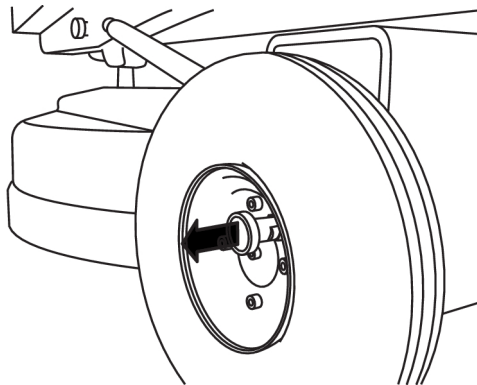

Figura 4-3. Desembraiar as rodas
1. Desembreie as rodas puxando a cavilha de bloqueio para fora, ver Figura 4-3, página 19.
Ajuste a altura da roda de apoio com a manivela, fazendo com que a máquina se incline a ponto de a cabeça de lixagem ficar suspensa, sem contacto com o piso. A lixadora pode ser deslocada empurrando-a manualmente. Verifique se as rodas estão destravadas como se indica em Figura 4-3, página 19.